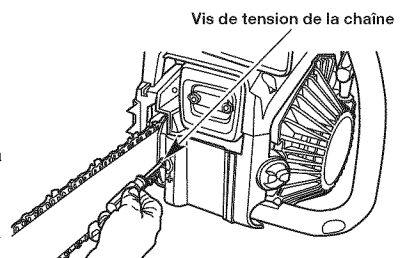

Fig. 32
3. Tenez l'extrémité du guide vers le haut et serrez la vis de tension de la chaîne dans le sens des aiguilles d'une montre (Fig. 32) à l'aide d'un tournevis standard afin de tendre la chaîne. La tension souhaitée dépend de la température de la chaîne :